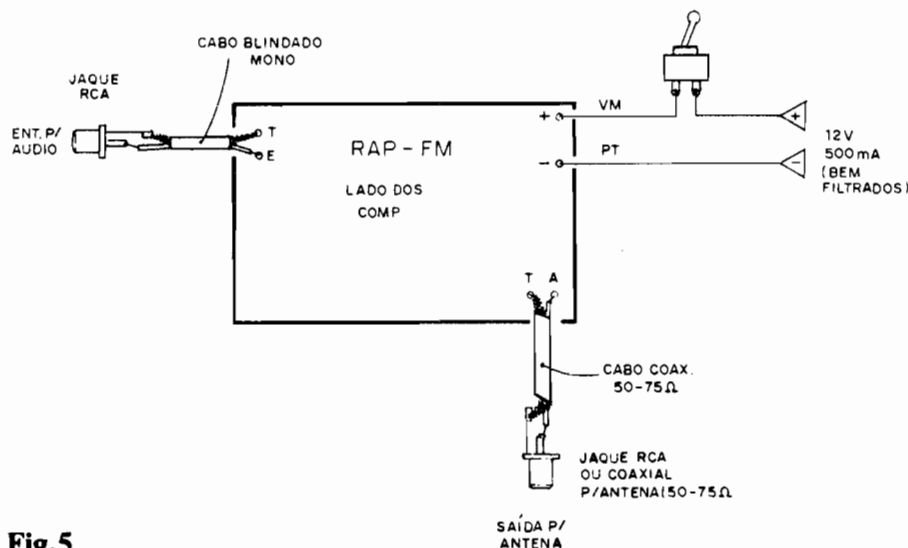

Fig.5
- FIG. 5 - CONEXÕES EXTERNAS À PLACA - As conexões de alimentação (atenção à polaridade), de Entrada de Áudio (cuidado com a identificação do "vivo" e da "malha de terra", no cabo e no jaque) e de Saída de Antena (idem - idem) são vistas, com a placa ainda pelo seu lado não cobreado... Especificamente a cabagem de Saída para a antena, deve ser curta e direta, usando-se o coaxial de RF (50 ou 75 ohms) indicado... Verificar a inserção do interruptor geral no cabo do **positivo** (vermelho) da alimentação de 12V (se for usada uma fonte ligada à C.A., eventualmente esse interruptor será substituído - em função - por aquele já constante do circuito da dita fonte...).